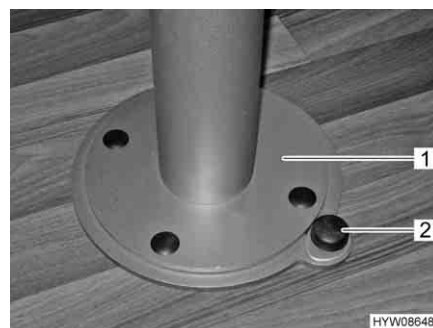

Fig. 77 Sblocco del dispositivo di rotazione (piede del tavolo)
- Spingere verso il basso il bottone (Fig. 77,2) del bloccaggio.
- Ruotare il piede del tavolo con il piano del tavolo (Fig. 77,1) nella posizione desiderata.